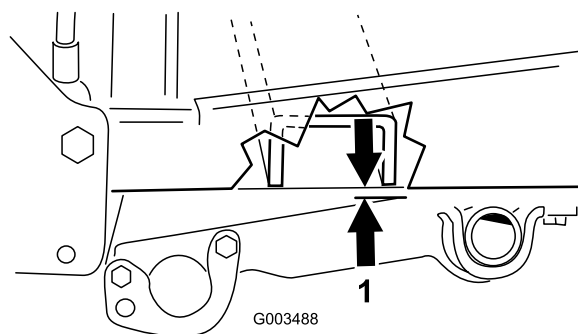

Figura 18
- B. Per modificare la lunghezza dell'asta ruotate il giunto a sfera illustrato in Figura 18 come indicato di seguito: